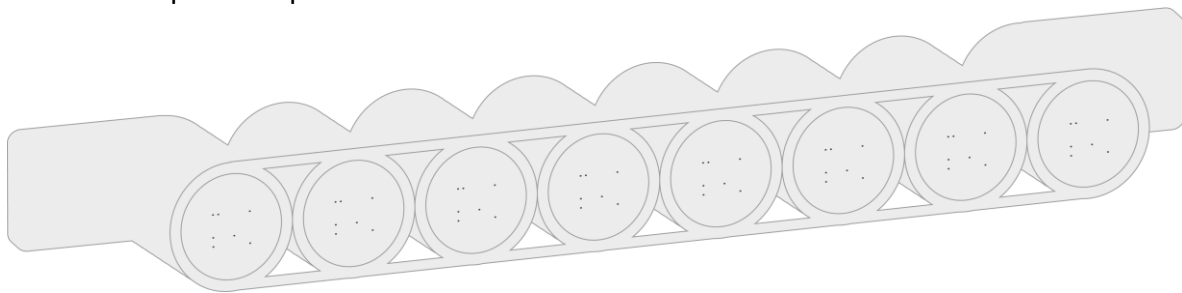

Figura 1. CLART-Strip® en forma de tira de 8 pocillos.
En la Figura 1 se muestra un CLART-Strip® (CS), cada uno de cuyos pocillos contiene todas las sondas específicas para la caracterización de una muestra.